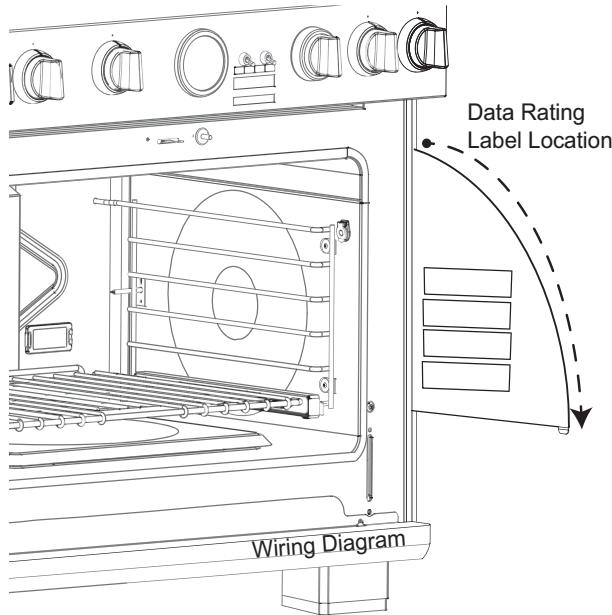

Figure 35: Rating Label Location
The data rating label shows the model and serial number of your range. It is located in the gap created by the right side of the oven cavity and the range side panel (*Figure 35*).
The electric wiring diagrams and schematics are attached behind the door trim, and should not be removed except by a service technician, then replaced after service (*Figure 35*).
Vérifiez le type de gaz fourni à l'endroit de l'installation. Assurez-vous que l'appareil est branché au type de gaz pour lequel il est certifié. Les modèles sortent de l'usine avec une certification pour une utilisation au gaz naturel ou au gaz propane (LP). Assurez-vous que votre cuisinière est conçue pour le type de gaz auquel vous la branchez. Consultez la fiche signalétique du produit, située à l'emplacement indiqué à la *Figure 35*.